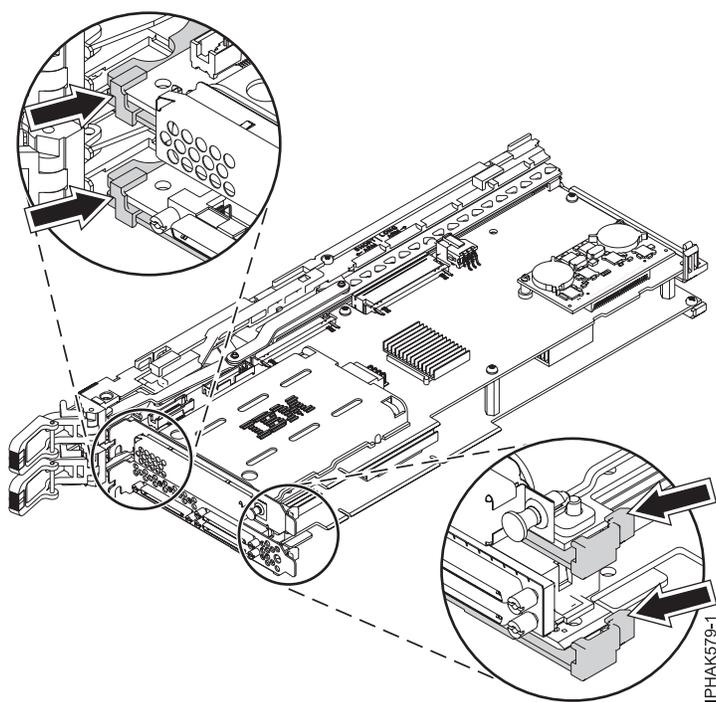

Figure 71. Dégagement des coins du bloc-cassette
- a. Retirez le coin supérieur de la contre-poupée de la carte double largeur des encoches du bloc-cassette. Levez la contre-poupée de la carte double largeur pour libérer la partie inférieure de la contre-poupée du bloc-cassette. Voir figure 71.